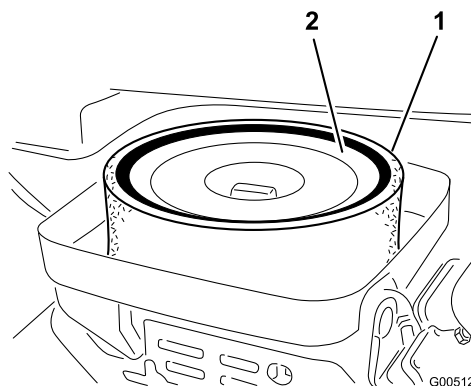

Figura 47
3. Se o elemento de esponja se encontrar sujo, deverá retirá-lo do elemento de papel (Figura 47). Limpe cuidadosamente da seguinte forma: